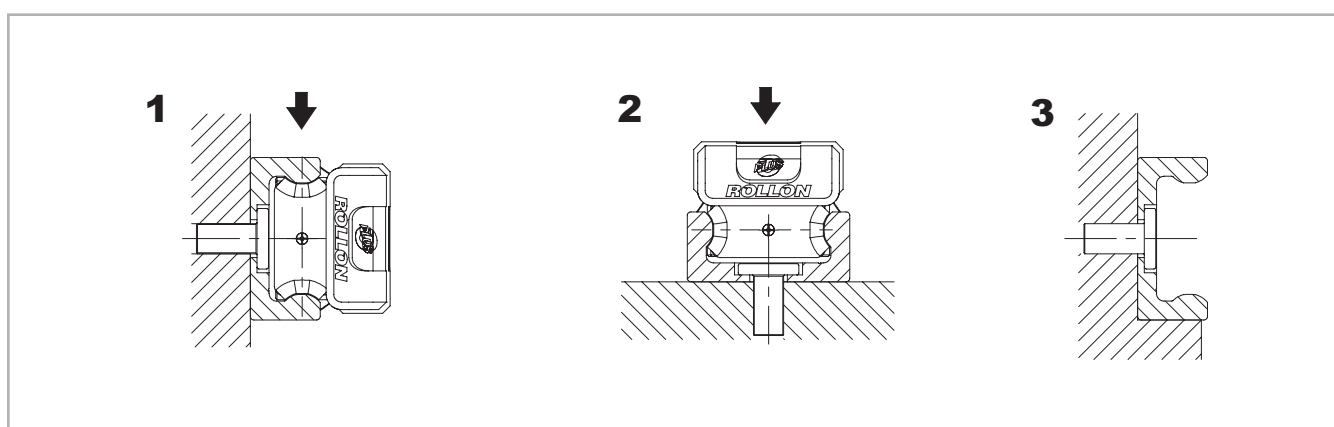

Fig. 64
Las guías T y K pueden montarse en dos posiciones según la fuerza externa. Para la carga axial del cursor (Fig. 64, pos. 2), la capacidad de carga se reduce por la disminución del área de contacto al cambiar la posición. Como consecuencia, las guías deben montarse de modo tal que la carga actúe en los rodamientos en dirección radial (Fig. 64, pos. 1). El número de agujeros de anclaje en la guía junto con los tornillos de clase 10.9 están dimensionados según los valores de la capacidad de carga. Para aplicaciones críticas con vibraciones o mayores requisitos de rigidez, es útil prever un soporte de la guía (Fig. 64, pos. 3).